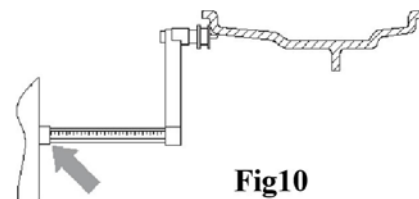

Fig10
2. Træk afstandssensoren ud og placer den på hjulet, som vist i Fig. 10.
3. Læs afstandsværdien på den graderede skala, som vist i Fig. 10.